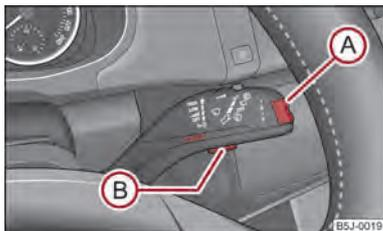

Fig. 6 Indicador multifunción: Elementos de mando
La conmutación de las memorias se efectúa con la tecla (B) ⇒ fig. 6 en la palanca del limpiaparabrisas.
La tecla basculante **A** y la tecla **B** se encuentran en la palanca del limpiaparabrisas ⇒ fig. 6.
Si la temperatura desciende por debajo de +4 °C, delante del indicador de temperatura aparece un símbolo de copo de nieve (señal de advertencia para calzada helada), que parpadea 10 segundos y a continuación permanece junto con la temperatura externa. Al mismo tiempo sonará una señal acústica. Después de pulsar la tecla basculante **A** en la palanca del limpia rabisas ⇒ fig. 6 se representa la función que se visualizó por última vez.
En la pantalla aparece el tiempo de marcha desde la última vez que se borró la memoria ⇒ página 14. Si desea contar el tiempo de marcha a partir de un momento determinado, deberá borrar la memoria en ese momento pulsando la tecla **(B)** ⇒ fig. 6.
Si desea calcular el consumo medio de combustible para un período de tiempo determinado, deberá borrar la memoria al comenzar la nueva medición con la tecla **(B)** en la palanca del limpiaparabrisas ⇒ fig. 6. Tras borrarla, en pantalla se visualizarán unas líneas durante los primeros aprox. 300 metros de recorrido.
En la pantalla aparece el kilometraje recorrido desde la última vez que se borró la memoria ⇒ página 14. Si desea contar el kilometraje recorrido a partir de un momento determinado, deberá borrar la memoria en ese momento pulsando la tecla **(B)** en la palanca del limpiaparabrisas ⇒ fig. 6.
El pantalla indica la velocidad media en km/h desde la última vez que se borró la memoria ⇒ página 14. Si desea calcular la velocidad media para un período de tiempo determinado, deberá borrar la memoria al comenzar la nueva medición pulsando la tecla **(B)** en la palanca del limpiaparabrisas ⇒ fig. 6.
- Mediante la tecla **(A)** ⇒ fig. 6, seleccione la opción **Advertencia al sobrepasar la velocidad** del menú.